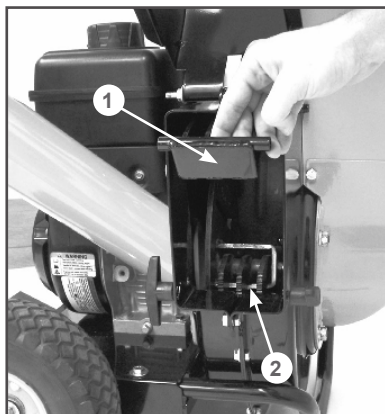

Рис. 19 Поворот решетки разгрузочной трубы вверх
6. Поверните решетку 1 разгрузочной трубы вверх (Рис. 19).
4. Поверните решетку 1 разгрузочной трубы вверх (Рис. 19).
фрез 2 (Рис. 19). Рукой, проворачивая диск, осмотрите каждую группу фрез. Проверьте надежность крепления фрез и, при необходимости, произведите затяжку болтов крепления. Осмотрите каждую фрезу. Поломка отдельных зубцов фрезы не оказывает сильного влияния на производительность измельчения. Если одна или несколько фрез деформированы или сломаны, то необходимо произвести их замену. В противном случае при работе измельчителя возникает вибрация и снижение качества измельчения.